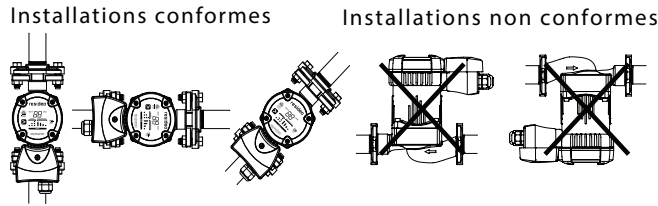

Fig. 1. Montage du circulateur à vitesse variable AquaPUMP
2. Installez la pompe en veillant à ce que l'arbre du moteur soit placé à l'horizontale (voir la Fig. 1).